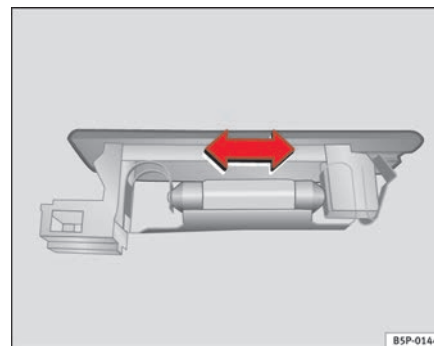

Abb. 199 Gepäckraumbeleuchtung
- Die Lampe zur Seite drücken und aus ihrer Halterung herausnehmen ⇒ Seite 271, Abb. 199. ■